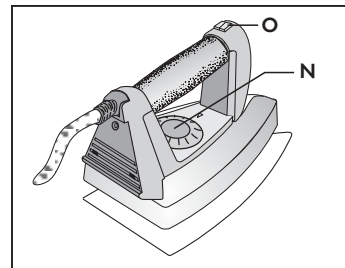

Fig. 23
- Den Regler des Bügeleisens (N) auf das Gewebe einstellen, das gebügelt werden soll. (Abb. 23)
- Dampfstaste (O) am Handgriff des Bügeleisens (14) drücken, um die Dampferzeugung ein- oder auszuschalten. (Abb. 23)